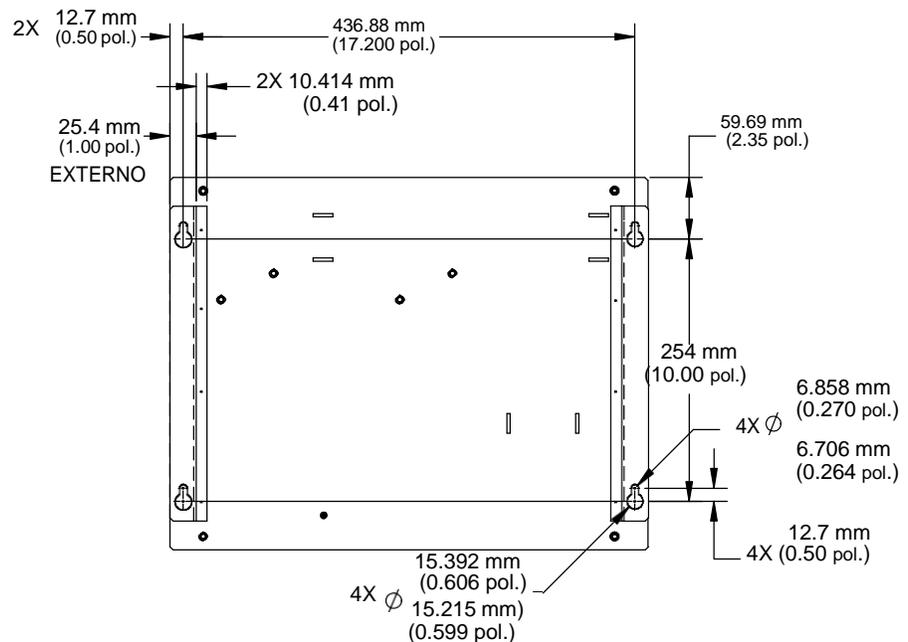

Figura 4 Padrão de furos para montagem do gerador
3. Montar o gerador verticalmente, de tal forma que a fonte de ar alimentará a parte inferior do conjunto. Ver a Figura 4 para padrão dos furos de montagem.